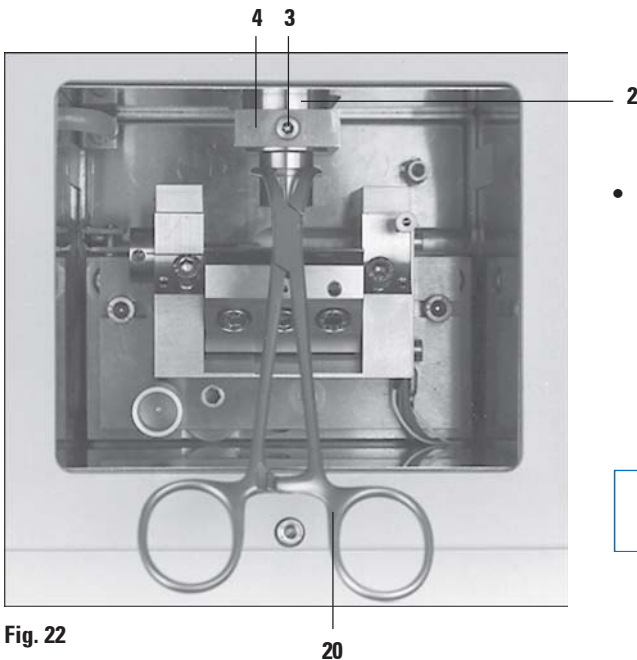

Fig. 22
- Insertar la muestra en la pinza portamuestras (5) y apretar **ligeramente** el tornillo (6) (usar llave especial).
- Insertar el porta-muestras en el brazo para criopreparaciones con la ayuda de las pinzas especiales de radio grande; sujetar ligeramente el tornillo de sujeción (3) del puente de refrigeración (4).
- Apretar el tornillo (6) en la pinza porta-muestras (5).
- Aflojar el tornillo (3, Fig. 22) en el puente de refrigeración (4, Fig. 22) del brazo para criopreparaciones. Girar la pinza portamuestras a la posición de corte deseada.
- Sujetar el tornillo (3) del puente de refrigeración (4) firmemente.